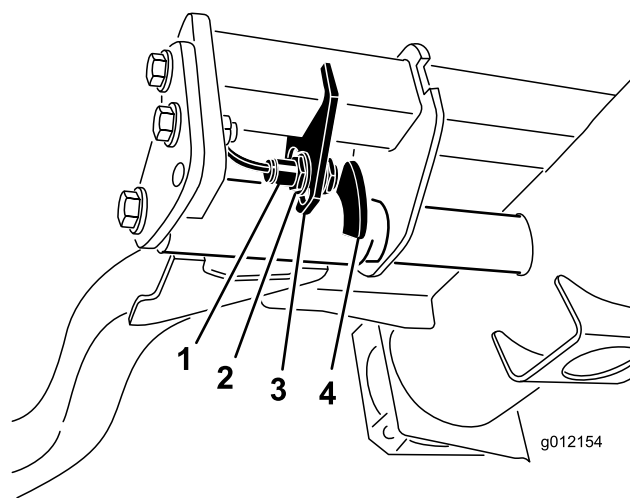

Figura 41
- El interruptor del brazo de elevación está situado debajo del depósito de aceite hidráulico y detrás del brazo de elevación delantero derecho (Figura 41).
- Afloje los tornillos de montaje del interruptor (Figura 41) y desplace el interruptor hacia abajo para aumentar la altura de giro del brazo de elevación, o hacia arriba para reducir la altura de giro del brazo de elevación. Apriete los tornillos de montaje.